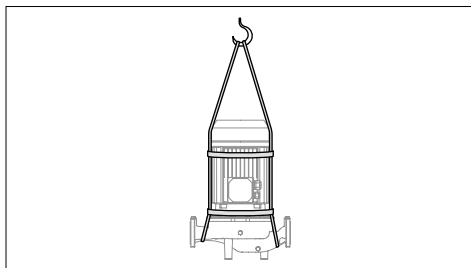

FIG. 1: sollevamento della pompa 3E con l'ausilio di una fune
- Rimuovere il bullone tra il corpo pompa e la staffa del motore e togliere il motore semplicemente spostandolo in direzione assiale. Per il sollevamento/spostamento della pompa, usare qualsiasi argano di sollevamento adatto. (Fig. 1)